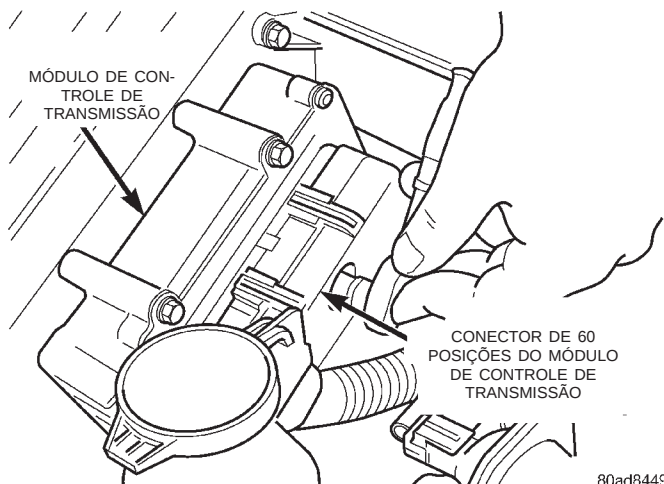

Fig. 24 Afrouxamento do Parafuso do Conector
(1) Solte o parafuso de fixação de 60 posições, localizado no centro do conector de 60 posições (Fig. 24). A seguir, desconecte o conector de 60 posições no Módulo de Controle de Transmissão.